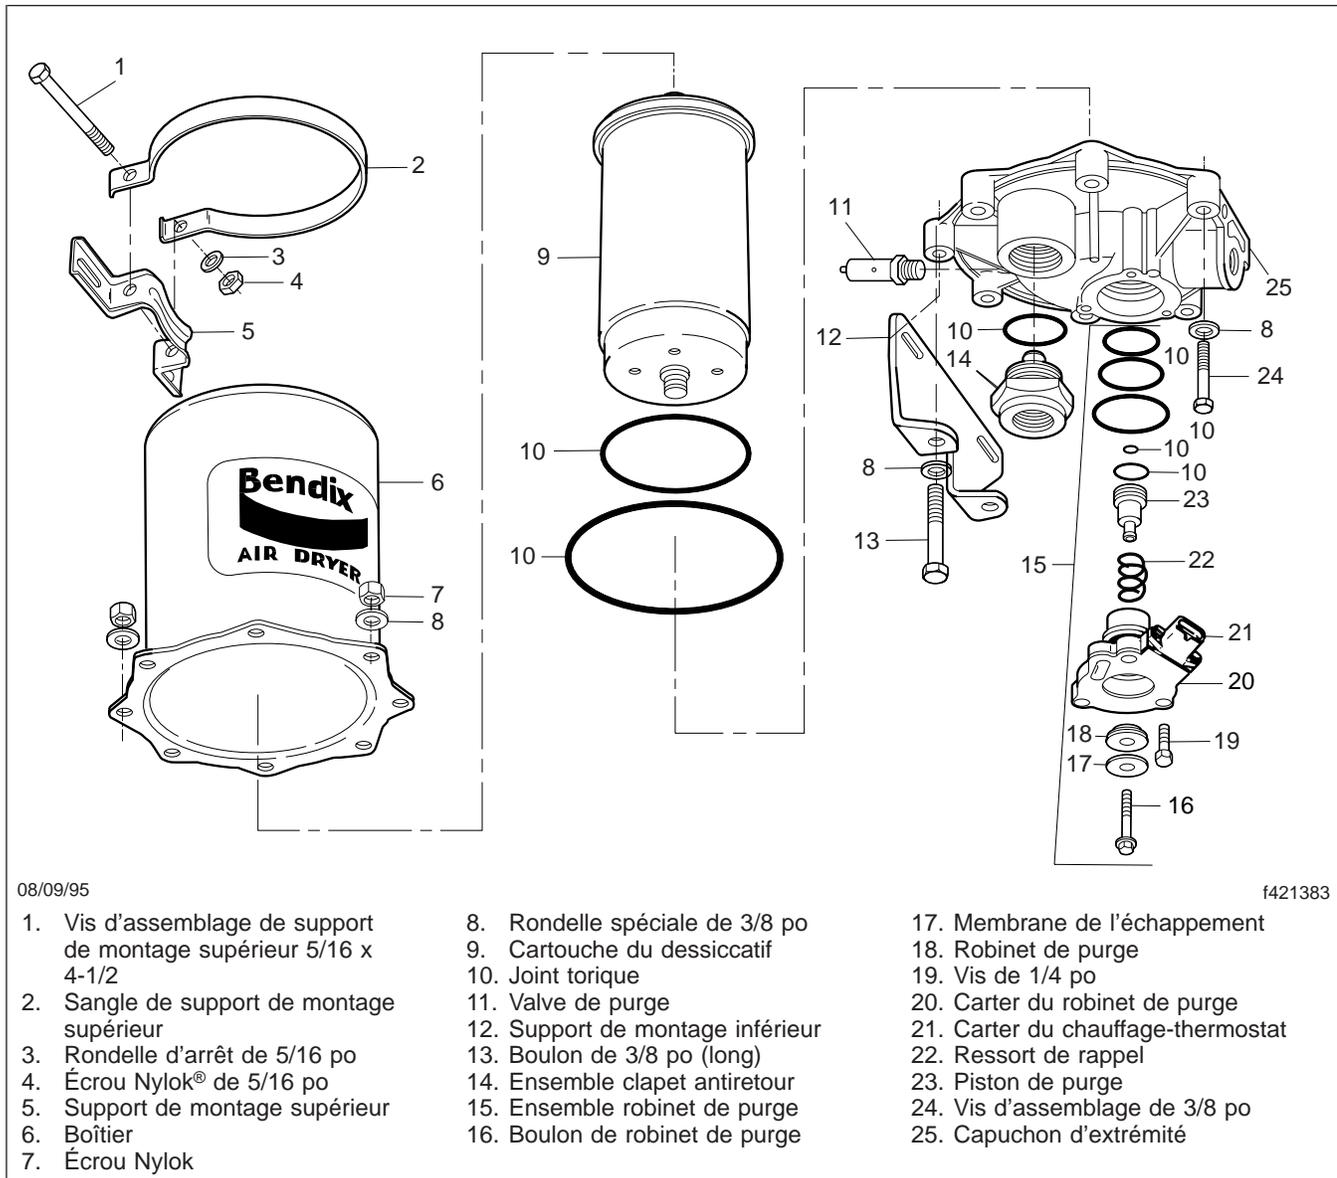

Fig. 1, Dessiccateur d'air AD-9
8. Placez le dessiccateur d'air sur un banc et enlevez les 6 vis, 12 rondelles et 6 écrous Nylok restants, ainsi que le boîtier du dessiccateur d'air. Voir la **figure 1**. Jetez les écrous. Enlevez le joint torique qui se trouve entre le capuchon d'extrémité et le boîtier.